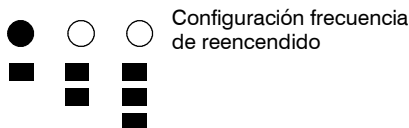

fig. 5.27
- 4 Para configurar el tiempo de frecuencia de reencendido, los indicadores luminosos se deben visualizar como se indica en fig. 5.27.